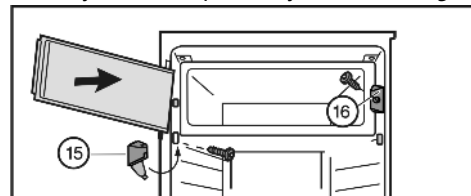

Fig. 8
- ▶ Uzatvárací kus Fig. 8 (16) namontujte.
- ▶ Namontujte ložiskovú konzolu Fig. 8 (15) a zaklapnite kryt.